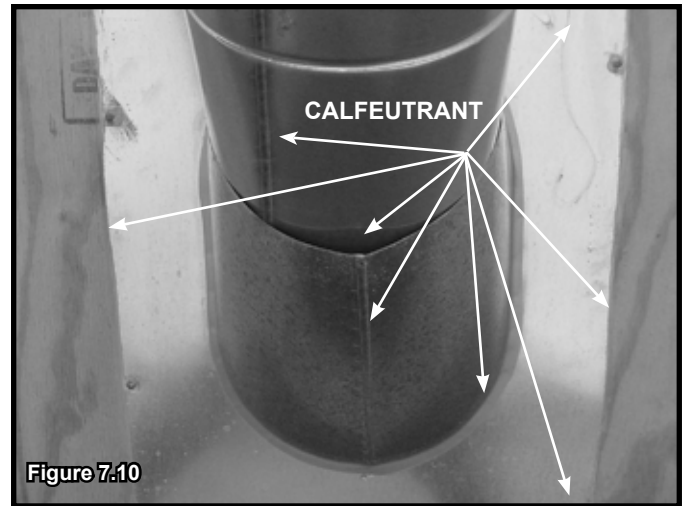

Figure 7.10
- Glissez le solin en tôle galvanisée sur le conduit qui sort du toit, tel que montré à la figure 7.10.
- Calfeutrez le périmètre du solin, là où il entre en contact avec la surface du toit. Voir la figure 7.10.